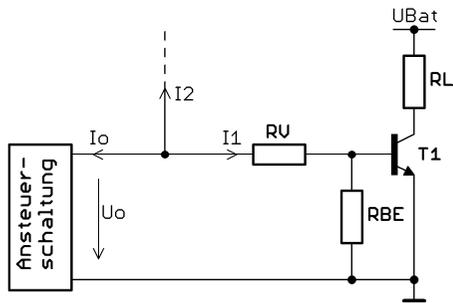

Abb. 3.2:
- b3) Modifizieren Sie die Schaltung in Abb. 3.2 so, dass T1 sicher sperrt.